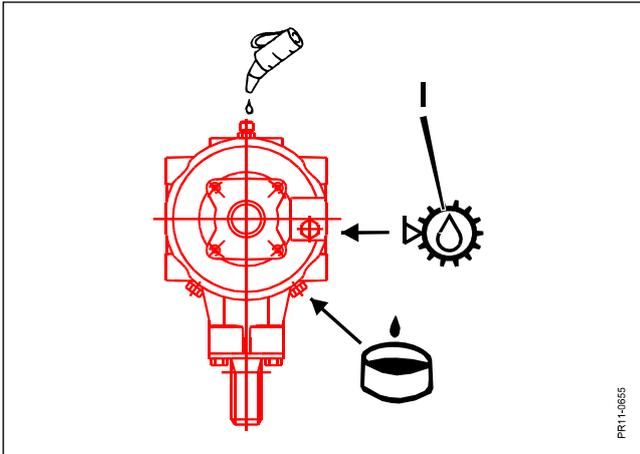

Fig. 4-6
**Fig. 4-6** In dem Winkelgetriebe muß das Öl nach den ersten 50 Betriebsstunden gewechselt werden, und dann nach je 500 Betriebsstunden, jedoch mindestens einmal pro Saison.